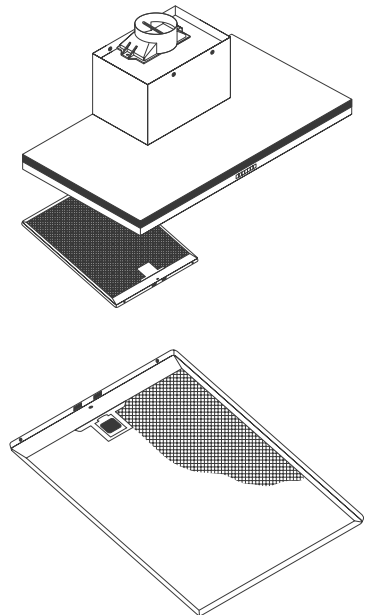

Fig.5 Los filtros de grasa
- En virtud del uso y como mínimo cada mes, los filtros de grasa deberán ser desmontados (Fig.5) y lavados en lavavajillas o en agua caliente y detergente. En el caso de utilizar lavavajillas, es recomendable colocarlos en posición vertical para evitar que los restos de comida se depositen sobre el mismo.